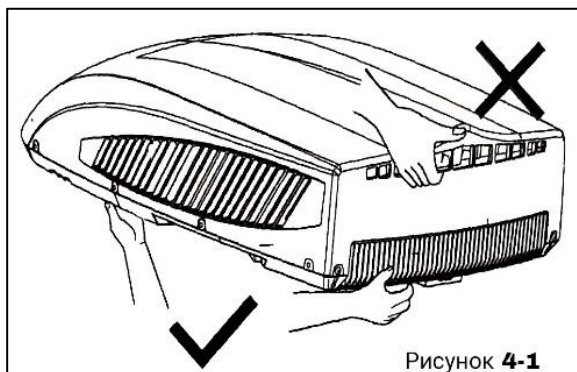

Рисунок 4-1
- 1) После распаковки при извлечении наружного блока не поднимайте решетку воздуховыпуска на задней стенке внешнего корпуса (см.рис.4-1)